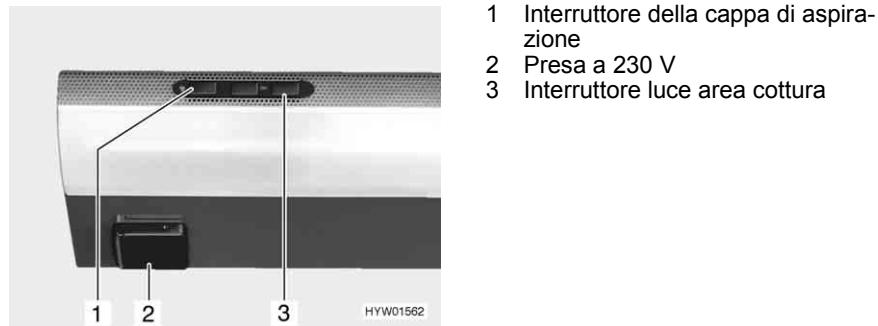

Fig. 185 Cappa di aspirazione
- Premere l'interruttore (Fig. 185,1).